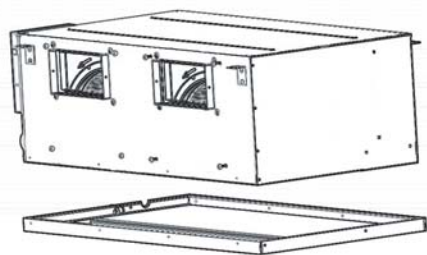

Рисунок 9-11
- 6) Вдвоем поднимите основание кондиционера, толкните его в горизонтальном направлении, чтобы оно закрыло сам кондиционер. (Рисунок 9-11)